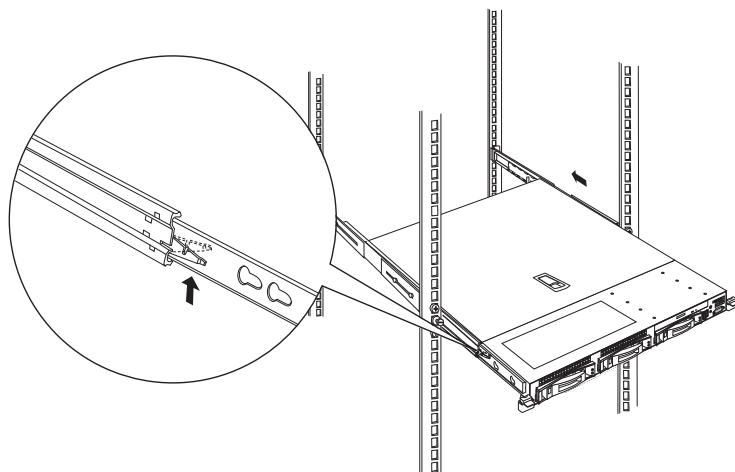

图 24 R515_35 服务器 机箱上架扣示意图
5. 如图 24 所示，将装好内导轨的机箱推入机柜，卡住时搬动卡扣，将机箱滑动到机柜底部，直到耳片与导轨钉配合完成固定；